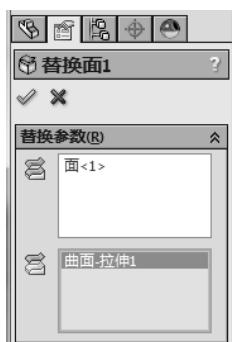

图 6-123 设置替换面属性
- [5] 设置替换面属性，在“替换参数”中替换的目标面选择圆柱模型的前面“面<1>”，替换曲面选择“拉伸曲面 1”，如图 6-123 所示。